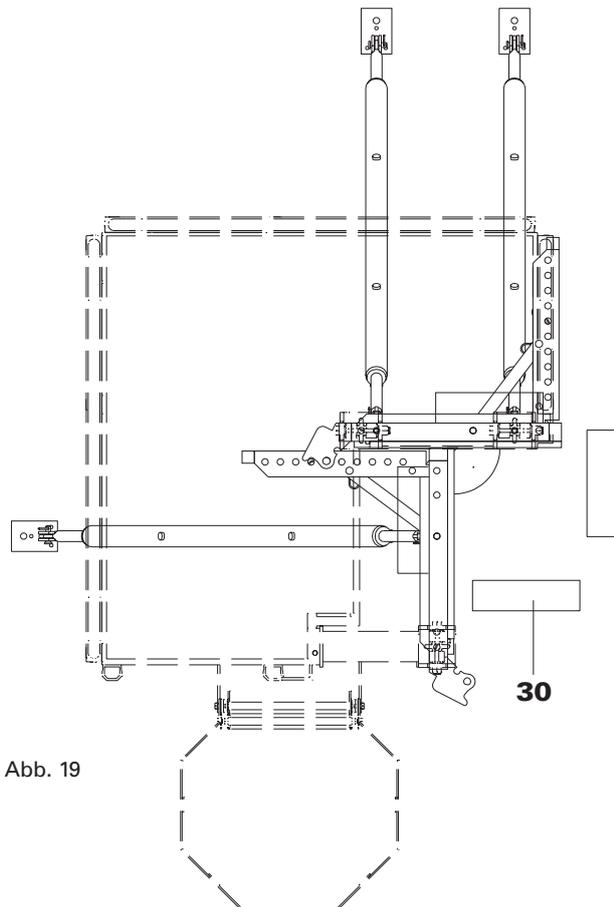

Abb. 19
4. Krangehänge aushängen. Abb.19